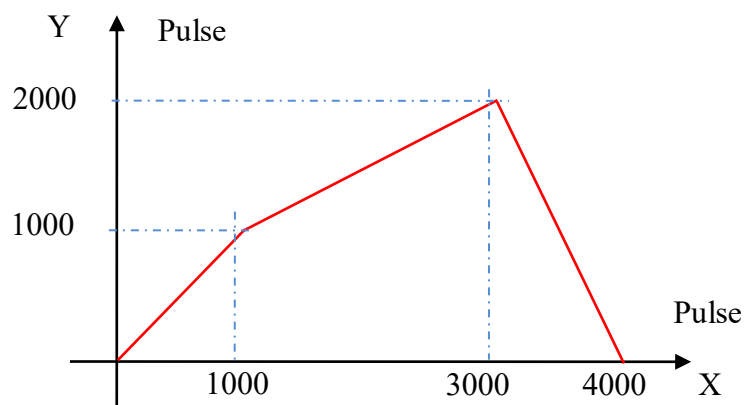

图 8.26 三段直线的连续插补轨迹
**例程 8.6:** 编写程序用连续插补指令实现 XY 轴进行三段直线连续插补，速度均为 1000Pulse/s，加减速为 2000Pulse/s2，第一段终点坐标为（1000，1000），第二段终点坐标为（3000，2000），第三段终点坐标为（4000，0），如图 8.26 所示。